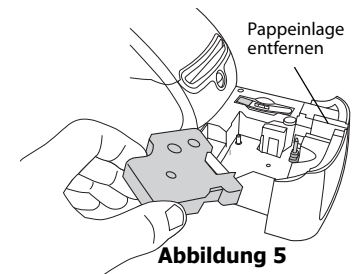

Abbildung 5
**Anmerkung** Entfernen Sie vor der erstmaligen Nutzung des Druckers die Schutzpappeinlage aus dem Etikettenauswurf. Siehe Abbildung 5.